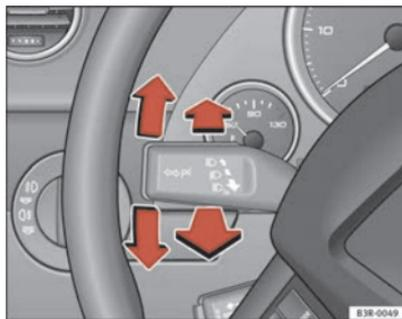

Fig. 92 Alavanca das luzes indicadoras de mudança de direcção e dos máximos
- Desloque a alavanca para cima até ao limite ⇒ **fig. 92** para ligar a luz indicadora de mudança de direcção da direita ou para baixo, para a da esquerda.